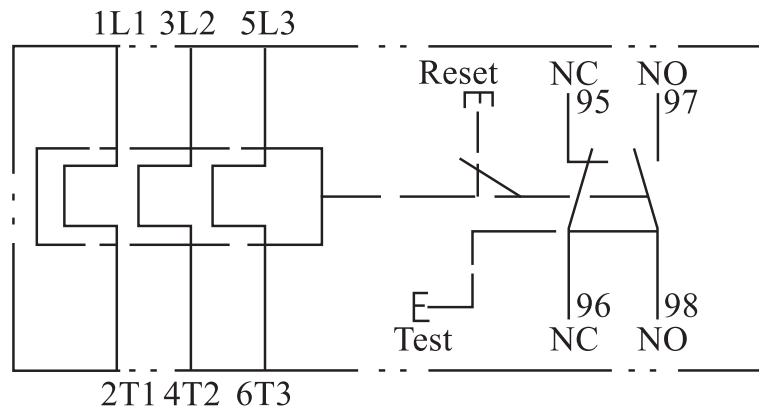

图1 内部结构电气示意图
2.1.1 热继电器的动作机构为杠杆摩擦式和弓片簧反转跳跃式两种机构，其内部结构电气示意图见图1。